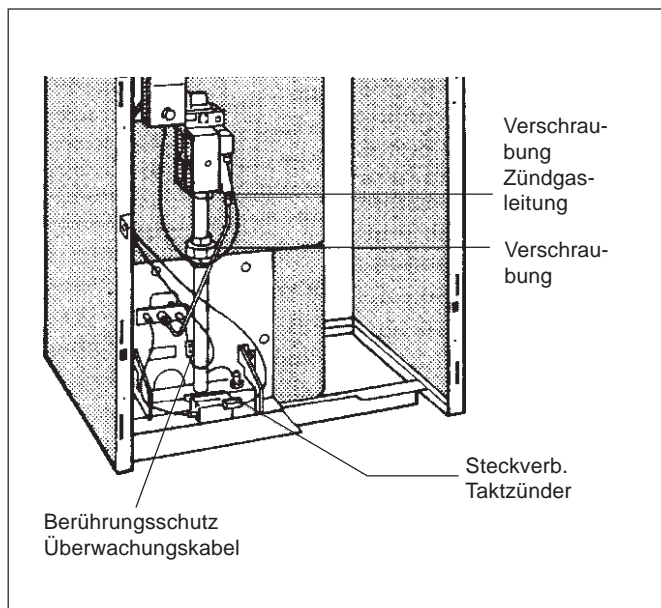

Abb. 28: Gasbrenner
- Verschraubung der Zündgasleitung an der Armatur lösen (Abb. 28)
- Gasbrenner an der Verschraubung von der Armatur trennen (Abb. 28).
- Berührungsschutz am Überwachungskabel entfernen und Steckverbindung lösen (Abb. 28).
- Steckverbindung am Taktzünder lösen (Abb. 28).